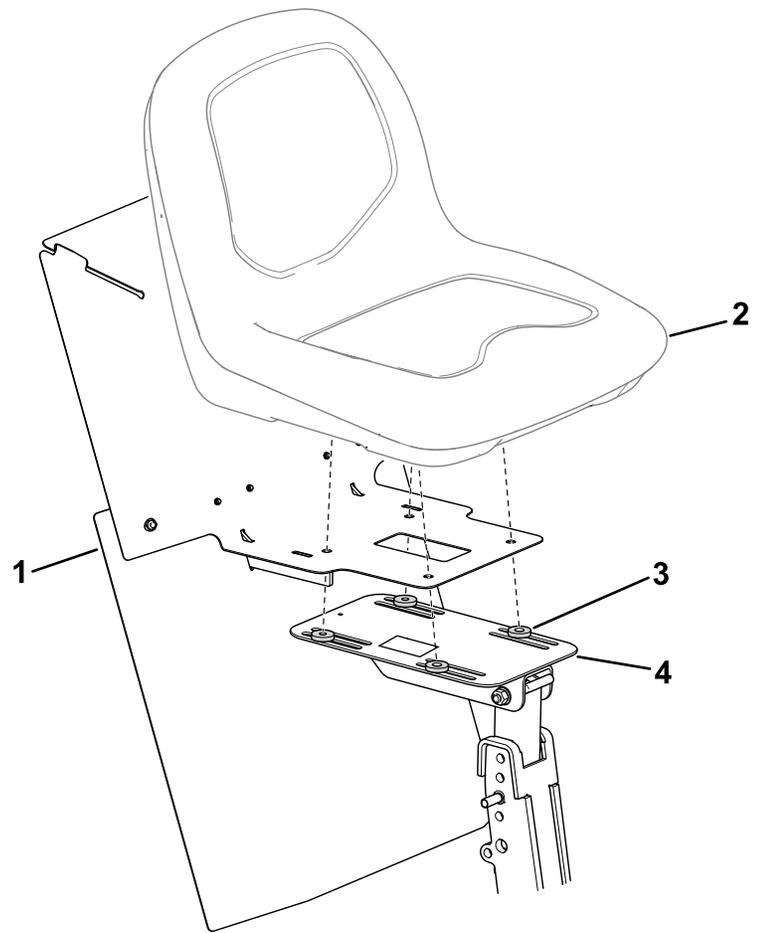

Figura 17
3. Collocate i distanziali, lo schermo termico e il sedile sul supporto del sedile (Figura 17).